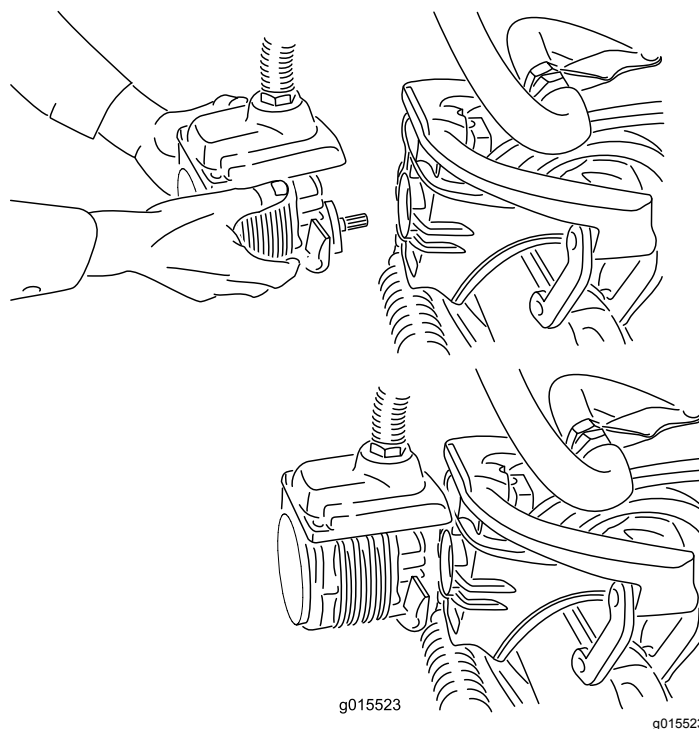

Figura 40
4. Spostate il motore in posizione di stoccaggio davanti al braccio di sospensione (**Figura 40**).